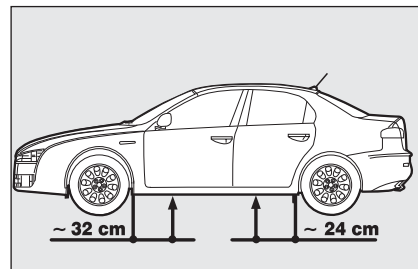
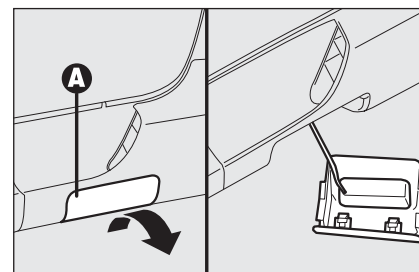

fig. 7
fig. 9
- ☐ il cric va inserito alla distanza indicata in **fig. 7** (per le versioni dotate di minigonne è necessario, prima di inserire il cric, togliere la copertura **A-fig. 9** ubicata sulla minigonna stessa, agendo come indicato in figura);